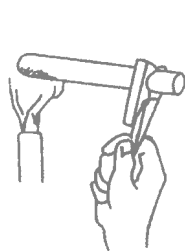

图 1.1.6 加热试管中的固体
1) 在试管中加热 加热少量固体时,可用试管直接加热。为避免凝结在试管口的水珠回流至灼热的管底 使试管炸裂 应将试管口稍向下倾斜 如图 1.1.6 所示。